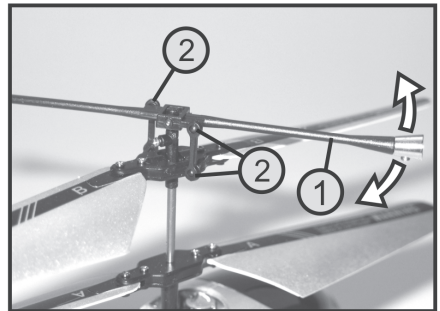

Bild 7
Bewegen Sie die Fliehgewichtstange an einer Seite von Hand auf und ab (siehe Pfeile in Bild 7) und prüfen Sie dabei die Leichtgängigkeit der angebrachten Kugelgelenke (2).